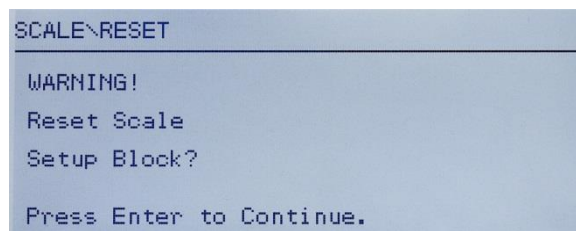

Figura 3-18: Pantalla de advertencia de reinicio del terminal
- Use la tecla de navegación ABAJO para seleccionar Reinicio y luego presione ENTER. La pantalla muestra un mensaje de advertencia acerca de volver a ajustar la configuración de la báscula (Figura 3-18).